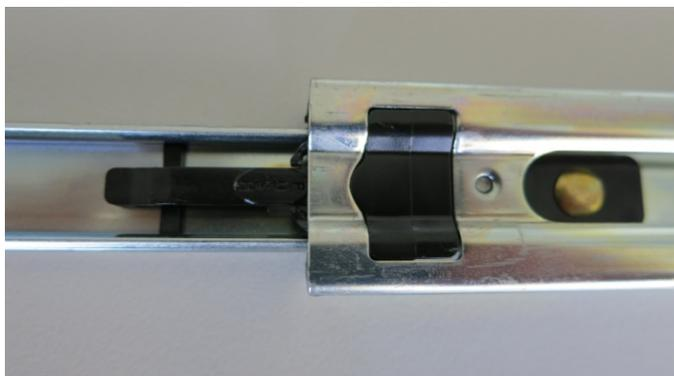

Figure 70 - Séparation des glissières des rails
2. Séparer l’assemblage de rails sur glissière en appuyant sur les clips en plastique noir sur les rails pour sortir la partie interne du rail (voir Figure 70).